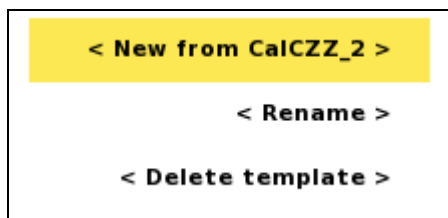

Figura 25. Menú de Opciones de Plantilla con el objeto New from item resaltado
- Presionar <Options> y el *Menú de Opciones* se mostrara como en la Figura 25